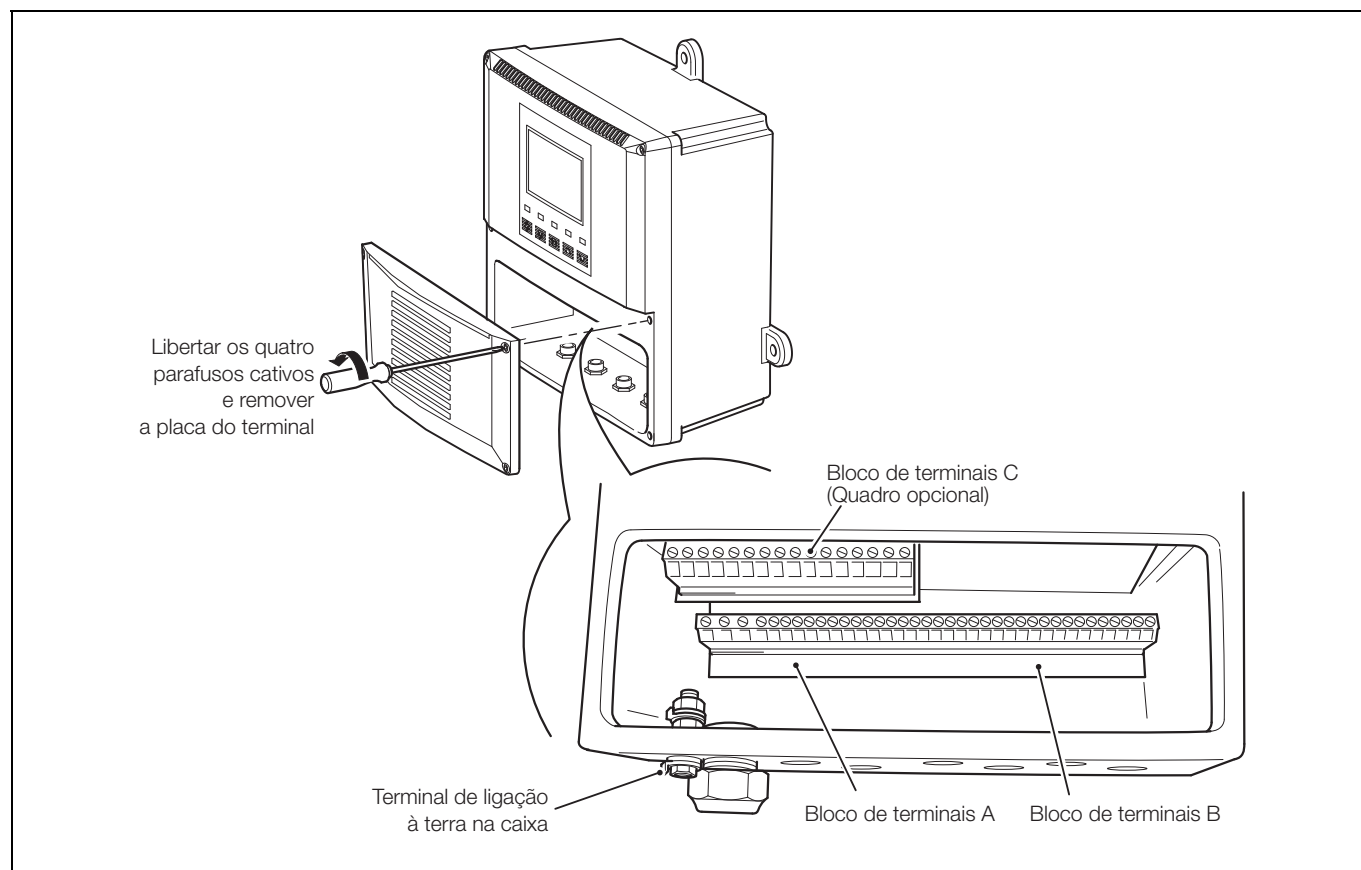
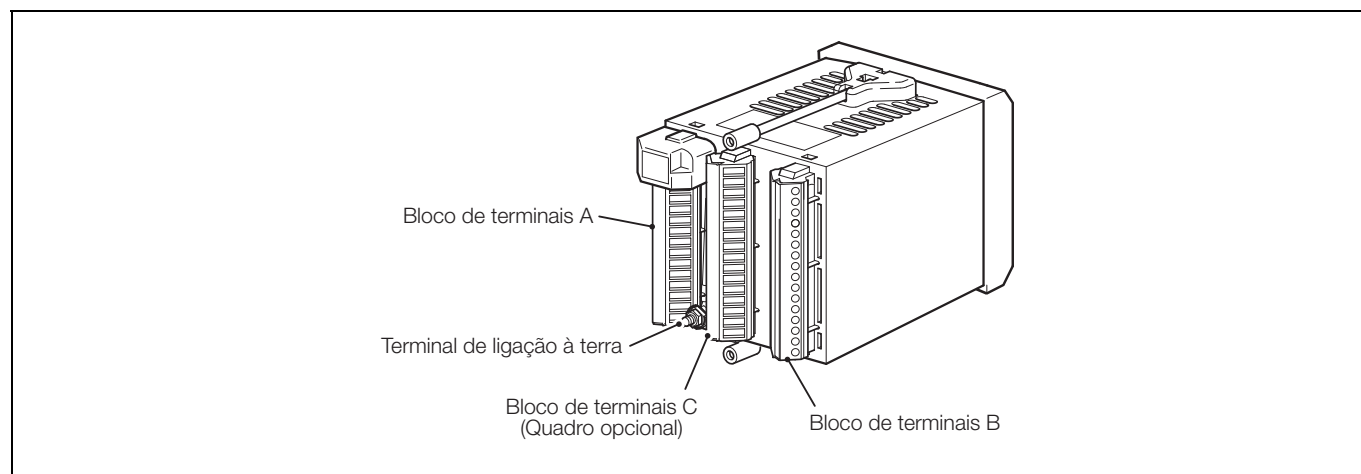

Fig. 6.8 Acesso aos terminais, analisador de montagem em parede/tubo
Fig. 6.10 Acesso aos terminais, analisadores montados em painel
- A ligação à terra da alimentação **deverá** ser efectuada ao terminal de ligação à terra na caixa do analisador – Fig. 6.8 (analisadores de montagem em parede/tubo) ou Fig. 6.10 (analisadores de montagem em painel).
- Inclui-se um terminal de ligação à terra na caixa do analisador para ligação à terra da barra colectora – consultar a Fig. 6.8 (analisadores de montagem em parede/tubo) ou Fig. 6.10 (analisadores de montagem em painel).
6.4.1 Acesso aos terminais – Fig. 6.8
- Durante a ligação de células de condutividade não metálicas ou metálicas isoladas da terra (isto é, montadas em tubagens plásticas), ligar o terminal B14 (e o terminal B6 no caso dos analisadores de entrada dupla) ao terminal de ligação à terra da caixa do analisador – consultar a Fig. 6.8.
6.5.1 Acesso aos terminais – Fig. 6.10
- Durante a ligação de células de condutividade não metálicas ou metálicas isoladas da terra (isto é, montadas em tubagens plásticas), ligar o terminal B14 (e o terminal B6 no caso dos analisadores de entrada dupla) ao terminal de ligação à terra da caixa do analisador – consultar a Fig. 6.10.